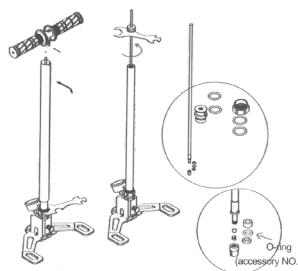

Imagen 7.2 • Retire la suciedad de la válvula y sustituya la junta tórica cuando la bomba succione automáticamente.
**Solución** (consulte la imagen 7.2):